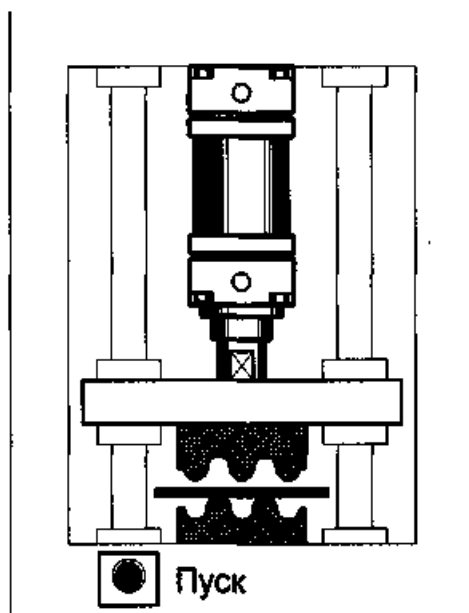

Рисунок 2 – Пневмоприводной пресс для гофрирования металлического листа
2. Рисунок 2 – Пневмоприводной пресс для гофрирования металлического листа